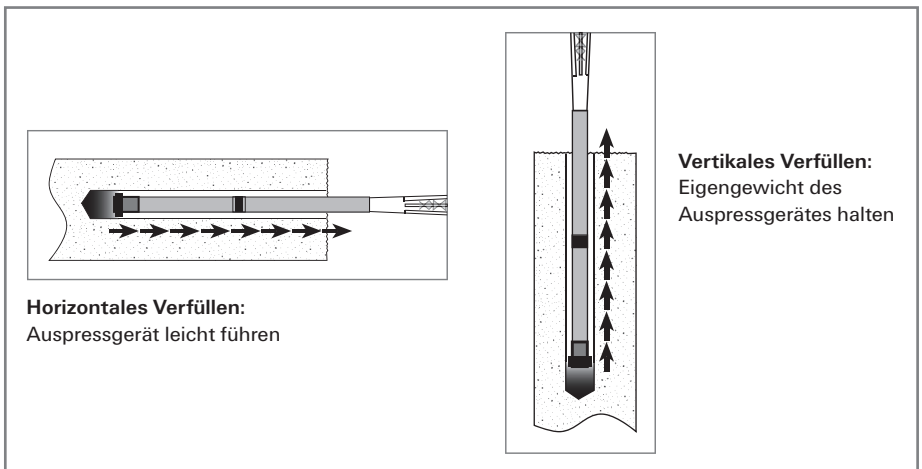

Abb. 8: Gleichmäßiges und **blasenfreies** Auspressen des Mörtels
- Auspressgerät während des Verfüllens – dem Druck der Injektionshilfe folgend – führen (Abb. 8).